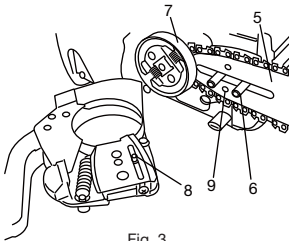

Fig. 3
3. Instale la barra de cadena (5) en los tornillos (6), luego, empujela hacia la rueda dentada (7) lo más lejos posible. Asegúrese de que la cabecilla del tornillo (8) de ajuste de tensión de cadena está fija en el agujero de la barra (9). (Fig. 3)
Mover ligeramente la barra hacia adelante y atrás y asegurar que la masa del tensor de la cadena (8) quede correctamente ajustado en el orificio (9) de la barra. (Fig. 3)